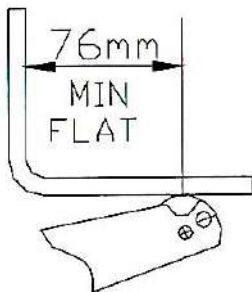

РИСУНОК 2
3 Удерживайте опорную точку в выемке на конце подъемного рычага (см. рисунок 2).
5. Всегда устанавливайте подъемную площадку как минимум на 76 мм внутрь по направлению к центру погрузчика от накладки на подъемном рычаге (см. Рисунок 2) .